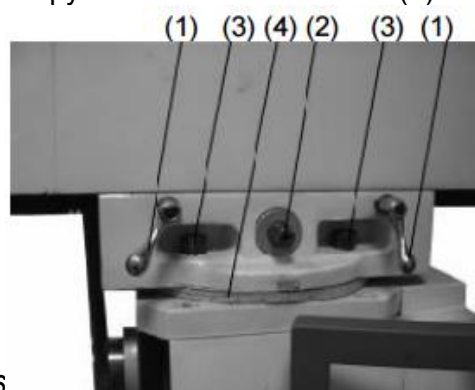
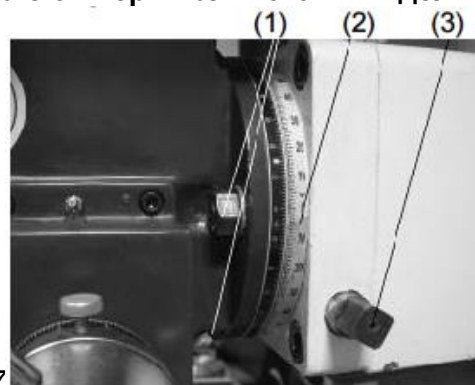

Рис.6
Рис.7
Взаимное расположение рукояток коробки скоростей вертикального шпинделя позволяет установить необходимую частоту вращения, Рис.6
Зафиксируйте консоль 2 рукоятками (1), Рис.7 Для поворота консоли необходимо ослабить 4 фиксирующих винта (3) и поворачивая вручную, установить консоль в необходимое положение. Угол поворота можно контролировать по шкале (4), Рис.6. Зафиксируйте консоль 4 винтами (3).
угол наклона можно контролировать по шкале (2), Рис.7. Зафиксируйте выбранное положение, затянув 2 гайки (1).